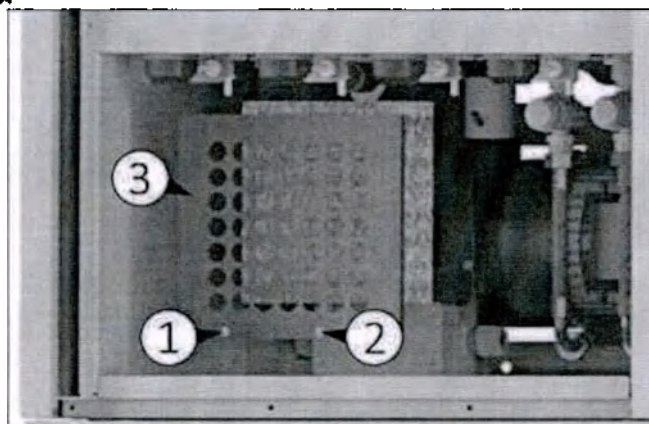

Рис. 24
- 2) Открутите винты (1 и 2 рис. 24) с помощью звездообразной отвертки T20.
- 3) Снимите крышку фильтра (3 Рис. 24) и вытащите фильтр предварительной очистки.